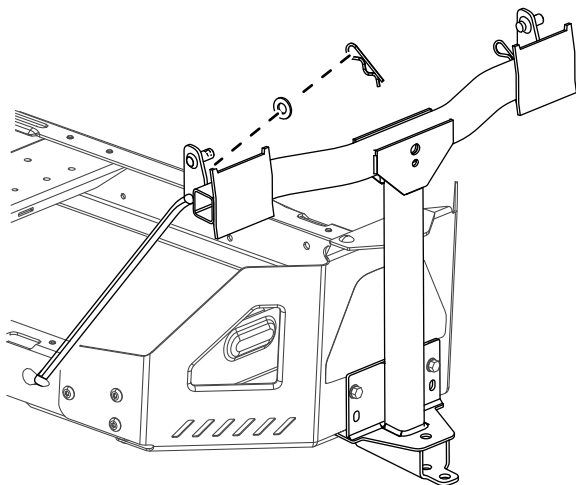

Figura 10
4. Instale a extremidade grande, dobrada de uma barra na ranhura na estrutura do lado esquerdo da máquina e mova a barra para trás para a encaixar na estrutura (Figura 10).
5. Insira as extremidades dobradas das barras na montagem do acessório como se mostra na Figura 10 e prenda a extremidade de cada barra com uma anilha e perno do gancho.